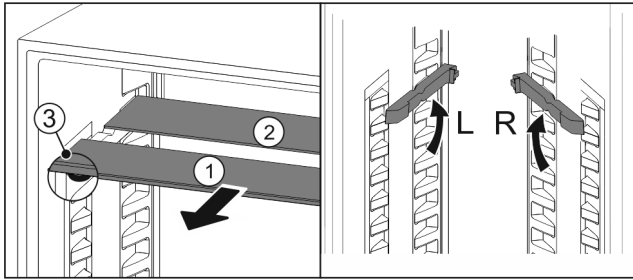

Fig. 205
- Glasplatten einzeln nach vorne herausziehen Fig. 205 (1).
- Glasplatte Fig. 205 (1) mit Zierleiste liegt vorne.
- Stopps Fig. 205 (3) zeigen nach unten.